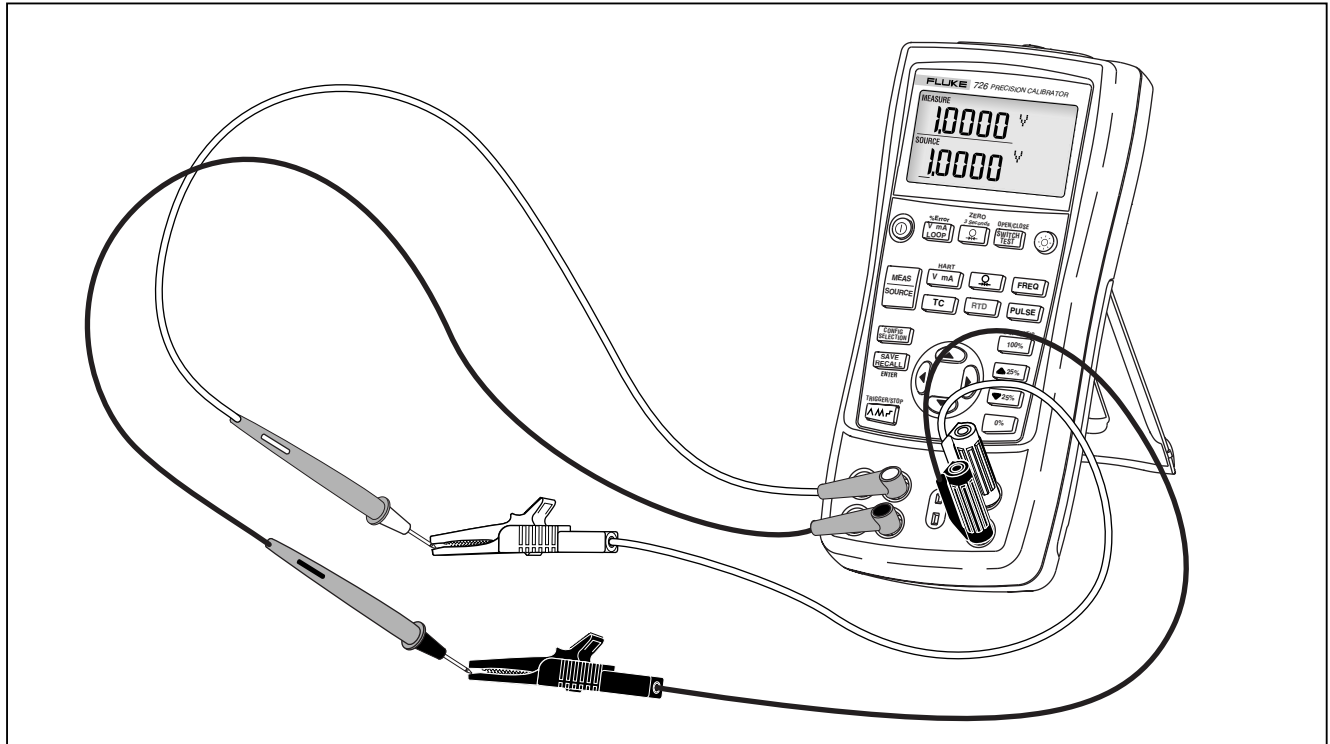

Figura 6. Teste de tensão a tensão
1. Conecte a saída de tensão do calibrador à entrada de tensão do mesmo, conforme mostrado na Figura 6.